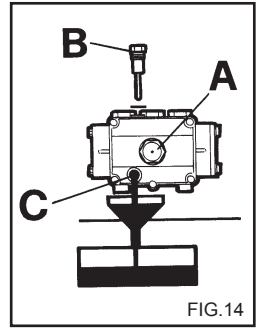

FIG.14
2) Desatarraxe a tampa com a vareta de controlo do nível (fig. 14).